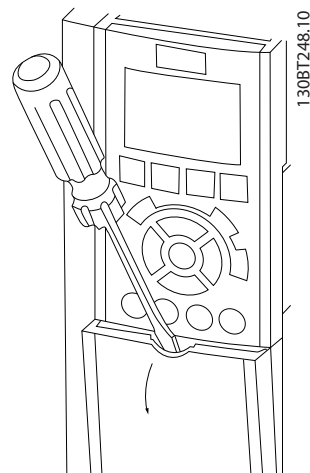

Рисунок 2.9 Доступ к подключению элементов управления в корпусах А2, А3, В3, В4, С3 и С4
- Снимите крышку с помощью отвертки. См. *Рисунок 2.9*.